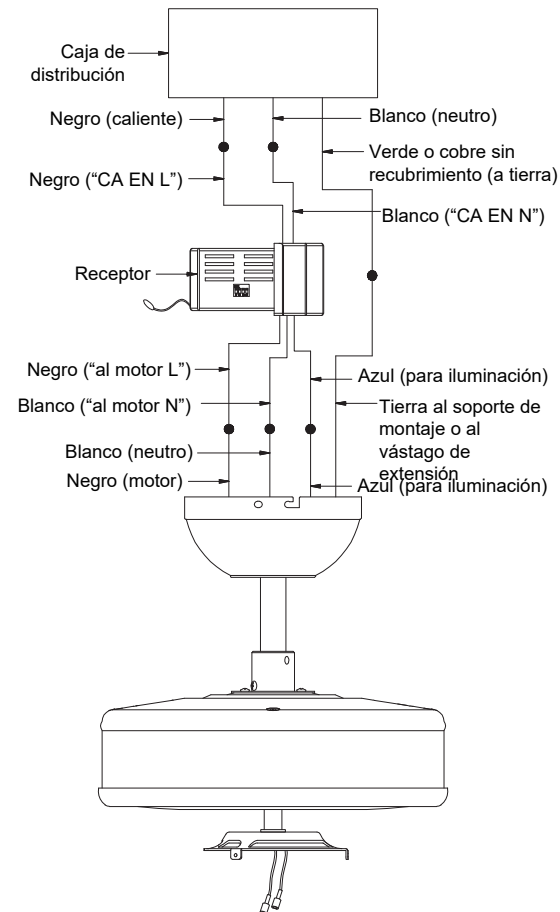

Fig. 14
Paso 2. Conexiones eléctricas del motor al receptor: (**Fig. 14**) Conecte el cable negro del ventilador al cable negro marcado como "TO MOTOR L" (AL MOTOR L) del receptor. Conecte el cable blanco del ventilador al cable blanco marcado como "TO MOTOR N" (AL MOTOR N) del receptor. Conecte el cable azul del ventilador al cable azul marcado como "FOR LIGHT" (PARA ILUMINACIÓN) del receptor. Asegure las conexiones de cables con las tuercas plásticas para cable proporcionadas.
Paso 3. (**Fig. 14**) Conexiones eléctricas del receptor a los cables de alimentación del hogar: Conecte el cable negro (caliente) del cielorraso al cable negro marcado como "AC in L" (CA en L) del receptor. Conecte el cable blanco (neutro) del cielorraso con el cable blanco marcado como "AC in N" (CA en N) del receptor. Asegure las conexiones de cables con las tuercas plásticas para cable proporcionadas.
Paso 4. (**Fig. 14**). Si su caja de distribución tiene un cable de puesta a tierra (verde o cobre sin recubrimiento), conéctelo a los cables de puesta a tierra del ventilador; en caso contrario, conecte el cable de puesta a tierra del soporte colgante al soporte de montaje. Asegure la conexión eléctrica con una tuerca de plástico para cable proporcionada. Después de haber conectado los cables, sepárelos de manera que el cable verde y el cable blanco queden de un costado de la caja de distribución y el cable azul y el cable negro queden del otro costado.